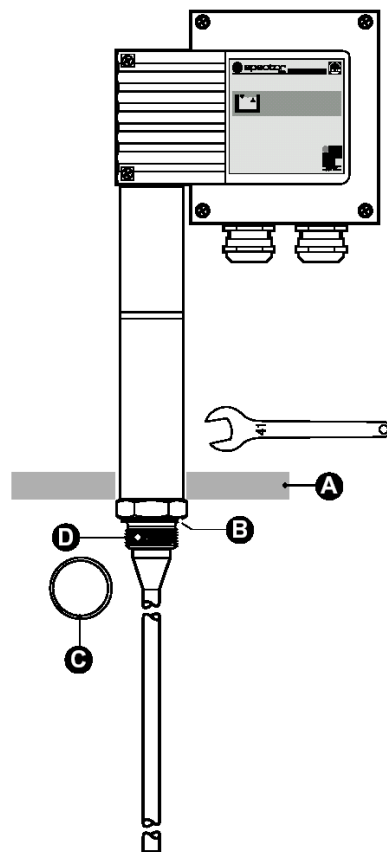

Fig. 2
2. Umieść pierścień uszczelniający C na powierzchni uszczelniającej B elektrody Fig.2. Używaj tylko pierścienia uszczelniającego (stal nierdzewna 1.4301) D 27 x 32 wg DIN 7603 dostarczonego z elektrodą.
5. Jeżeli instalujemy dwie elektrody na jednym kołnierzu zainstaluj pierwszą z elektrod jak podano powyżej. Przed instalacją drugiej elektrody poluzuj nakrętkę mocującą M, odkręć przyłączy PE i odłącz przyłącza kablowe z płytki elektroniki. Wkręć elektrodę. Delikatnie dociągnij nakrętkę M. Podłącz przyłączy PE (L) i wciśnij przyłącza kabli na płytce elektroniki.